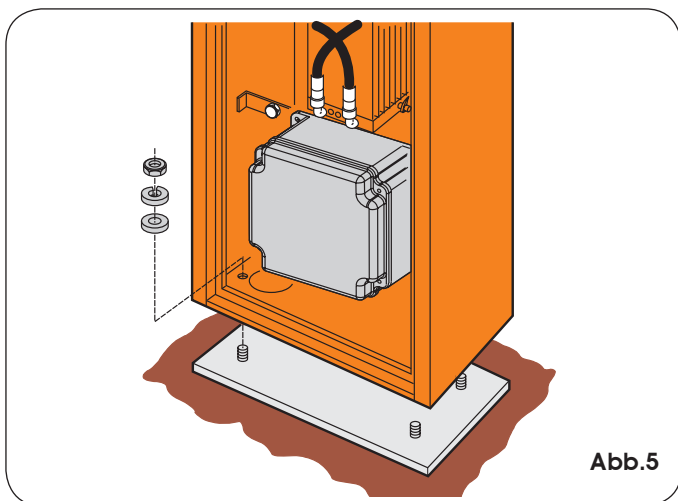

Abb.5
- 2) Den Pfosten auf der Fundamentplatte mit den vier mitgelieferten Muttern und Unterlegscheiben laut Abb. 5 befestigen. Die Klappe des Pfostens muss normalerweise ins Innere des von der Schranke abgeschlossenen Bereichs gerichtet sein.